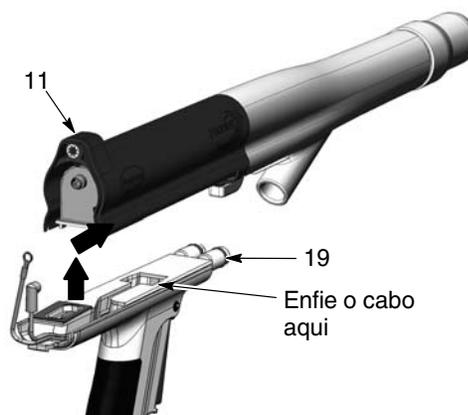

Figura 22 Separação do corpo da pistola do punho
9. Consulte a figura 22. Levante a parte traseira do corpo da pistola (11) para o soltar do punho, depois empurre o corpo para a frente, a fim de o separar do punho (19).